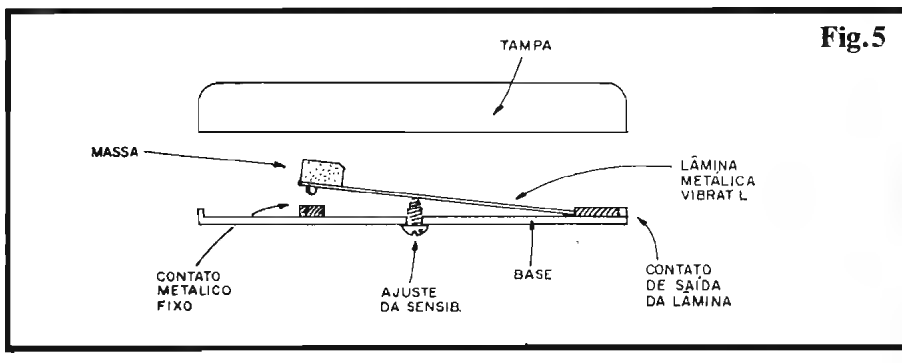

Fig.5
- FIG. 5 - DETALHAMENTO DO SENSOR DE BALANÇO-MOVIMENTO-VIBRAÇÃO, E EXPLORAÇÃO DAS OUTRAS POSSIBILIDADES A RESPEITO... - Conforme já foi dito, o sensor de balanço, encontrado pronto nas lojas, contém uma simples lâmina metálica flexível, vibrátil, fixada por um dos seus extremos (que também serve como contato elétrico...), e tendo, na outra ponta, uma espécie de massa ou "peso" que "sensibiliza" a dita lâmina a qualquer impulso ou força externamente aplicada (na forma de movimentos bruscos, mesmo que de pequena intensidade...). Um contato metálico fixo pode (ou não...) receber o "toque" da lâmina, a partir da vibração a ela imprimida pelo movimento do conjunto... Um parafuso, estrategicamente colocado junto à lâmina, permite um ajuste da sensibilidade geral do dispositivo, já que - pelo seu giro cuidadoso - é possível manter (sob "repouso"...), a extremidade livre da dita cuja **mais**, ou **menos** próxima do contato fixo (quanto mais próximos repousarem os contatos, mais sensível fica o conjunto...). O Hobbysta "macaco velho", observando com atenção o diagrama, não encontrará - acreditamos - dificulda-